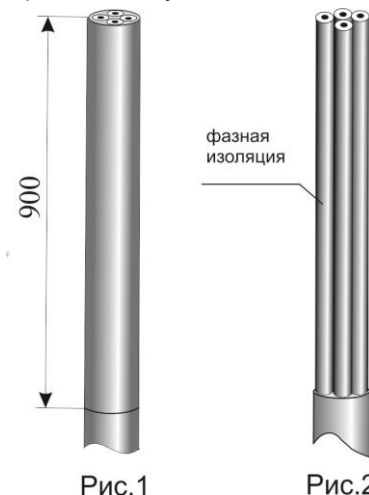

Рис.3
3.Надвинуть трубки ТУТ для изолирования жил кабеля и усадить, начиная от корешка разделки, равномерным прогревом пламени газовой горелки. Пламя горелки должно быть размытым, желтоватого цвета (Рис.3).